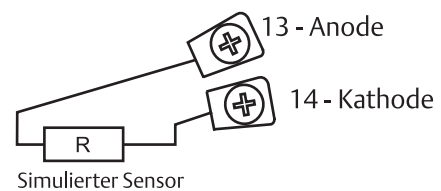

Abbildung 16-1 Simulation des O₂-Sensors
- Lösen Sie die Verbindung zum O₂-Sensor an den Klemmen für die Anode und für die Kathode an TB-13 und TB-14. Schließen Sie nun eine Widerstandsdekade an diese beiden Anschlüsse an, wie in Abbildung 16-1 gezeigt wird.